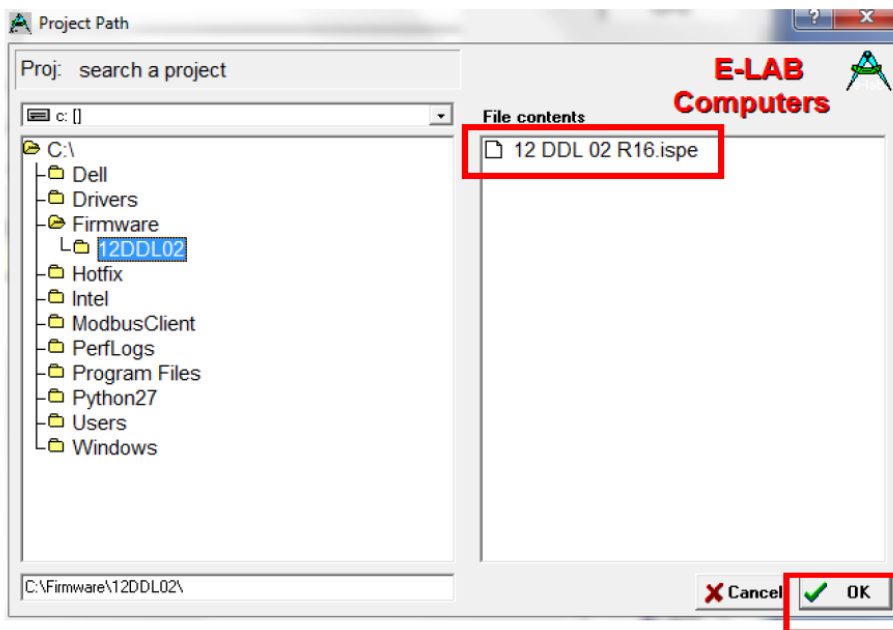

Рисунок 7
2.2.5 Выберите файл и нажмите «ОК» (рисунок 7).